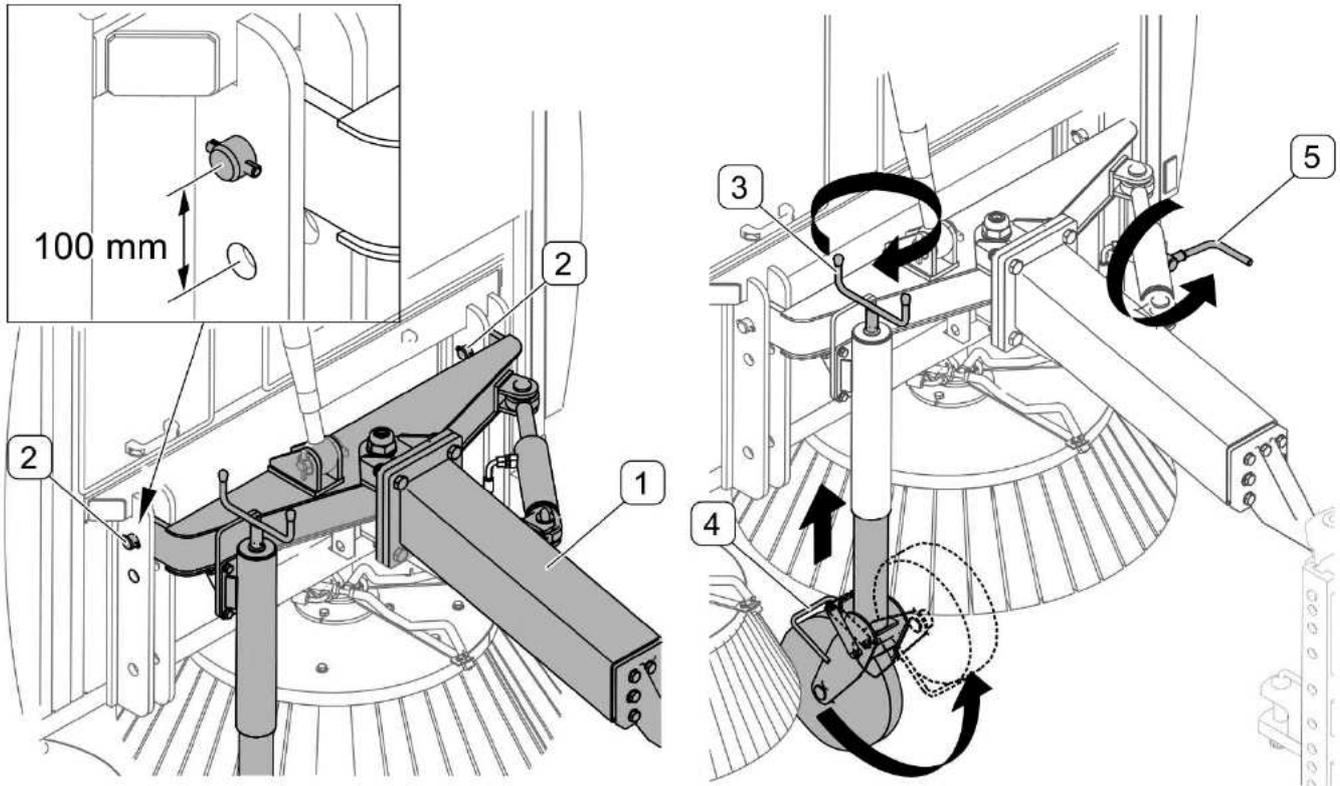

ABB. 4.1 Kupplung der Kehmaschine an den Schlepper anschließen
Die Kehrmaschine verfügt über eine höhenverstellbare Deichsel. Um die Höhe der Deichsel an der Kehrmaschine zu ändern, muss die Höhe der Kupplung über die Öffnungen im Rahmen auf die Höhe der Kupplung am Schlepper ausgerichtet werden, wobei ebenfalls die Möglichkeit des Anschlusses der Teleskop-Gelenkwelle beachtet werden muss. Falls erforderlich, den Bolzen (1) herausnehmen und eine höhere oder niedrigere Befestigungsöffnung (ABB. 4.1) auswählen.